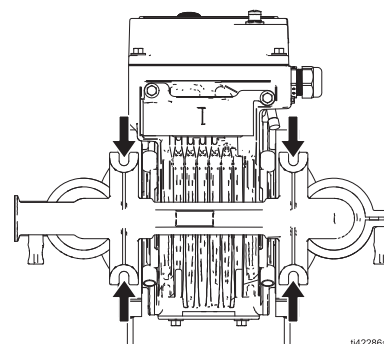

FIG. 5: Orifícios de montagem
Monte a bomba na superfície de montagem utilizando fixadores através de cada orifício dos pés. Consulte a FIG. 5.
3. Para todas as fixações, garantir que a bomba está fixada com fixadores através dos orifícios de montagem na base. Consultar a FIG. 5. Consultar **Dimensões**, a partir da página 49.
Para evitar danos na bomba, monte a bomba na superfície de montagem utilizando fixadores em cada orifício dos pés. Consulte a FIG. 5.